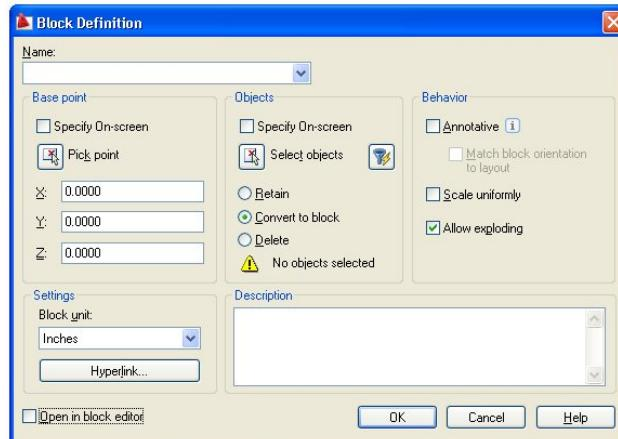

Figura 1.1.79
Comanda activează fereastra **Block Definition**, figura 1.1.79, în care pot fi specificate elementele blocului:
- zona **Base point** – identică ca și la fereastra **Block Definition**, figura 1.1.79;
- zona **Objects** – identică ca și la fereastra **Block Definition**, figura 1.1.79;